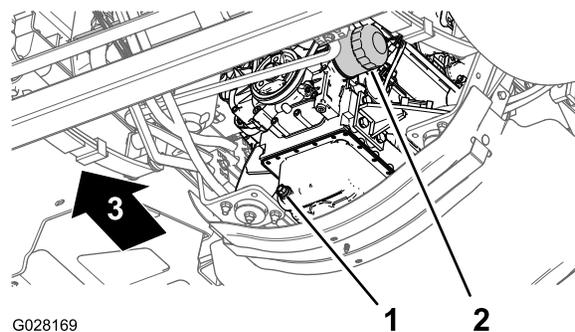

Figura 71
3. Coloque un recipiente de drenaje debajo del filtro de aceite del motor (Figura 71).
4. Retire el filtro de aceite usado (Figura 71).
8. Instale el filtro de aceite en el adaptador de filtro, gire el filtro de aceite en sentido horario hasta que la junta de goma entre en contacto con el adaptador del filtro, luego apriete el filtro media vuelta más (Figura 71).
1. Coloque un recipiente debajo del tapón de vaciado (Figura 71).
2. Retire el tapón de vaciado y deje que el aceite se drene completamente (Figura 71).